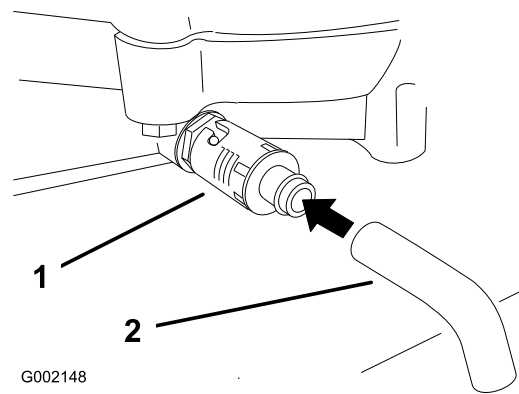

Figura 24
4. Coloque un recipiente debajo del tubo de vaciado. Gire la válvula de vaciado para que se drene el aceite (Figura 24).